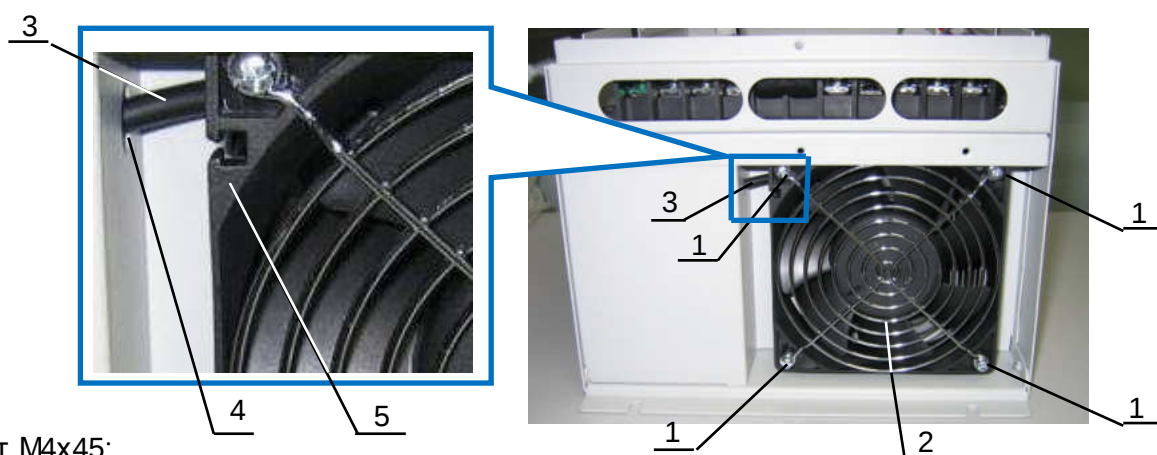

Рис.6.8
6.5.2. Выкрутить четыре винта (1) крепления вентилятора (5) (рис.6.8). Положить винты в тару для крепежа. Защитную решётку (2) положить в тару для составных частей.